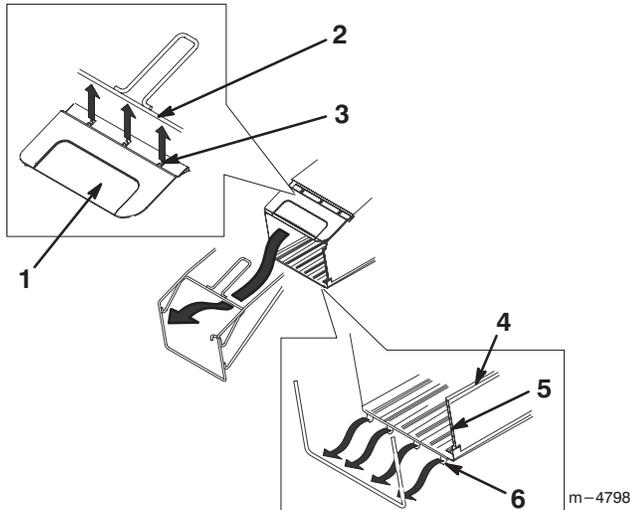

Abbildung 6
- Die obere Rahmenstange wie in Abbildung 6 gezeigt in den drei Schnappverschlüssen an der Korbabdeckung einschnappen lassen.
- Die zwei seitlichen Kanäle und die zwei oberen Kanäle des Graskorbs wie in Abbildung 6 gezeigt auf den Graskorbrahmen stecken.
- Die untere Rahmenstange wie in Abbildung 6 gezeigt in den vier Schnappverschlüssen an der Korbbasis einschnappen lassen.